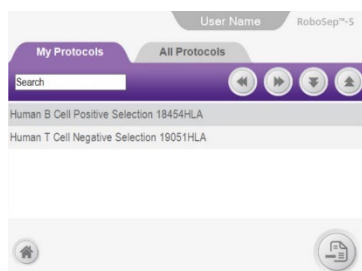

Ilustración 16. Pantalla de protocolos. En este ejemplo, la pestaña «My Protocol» está seleccionada.
El RoboSep™-S organiza los protocolos de separación de células en dos pestañas dentro de la pantalla «Protocols» (Ilustración 16):
2. Seleccione  [Protocols] en la pantalla de inicio. La pantalla de protocolos aparecerá (Ilustración 16).